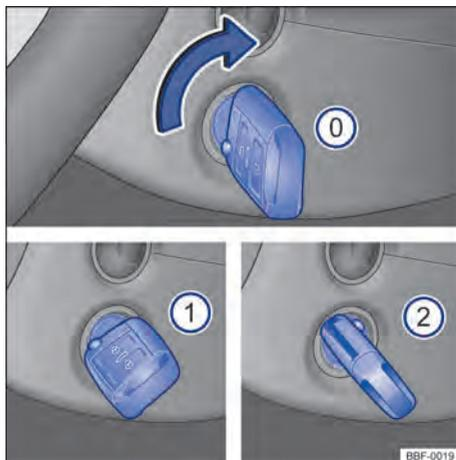

Fig. 91 Ao lado do volante, à direita: posições da chave do veículo no cilindro da ignição.
Posições da chave do veículo → Fig. 91
- ① Ignição desligada. A chave do veículo pode ser retirada.
- ① Ignição ligada.
- ② Pisar no pedal do freio - (veículo transmissão automática), ou no pedal da embreagem - (veículo transmissão manual) e ligar o motor. Quando o motor pegar, soltar a chave da ignição. Ao soltar, a chave do veículo retorna à posição → Fig. 91 ①.
- *Veículos com cilindro da ignição*: girar a chave do veículo na posição → Fig. 91 ①. A ignição está ligada.
- *Veículos com cilindro da ignição*: girar a chave do veículo no cilindro da ignição para a posição → Fig. 91 ② – não acelerar. Quando o motor começar a funcionar, soltar a chave do veículo no cilindro da ignição.
- *Veículos com cilindro da ignição*: girar a chave do veículo no cilindro da ignição na posição → Fig. 91 .